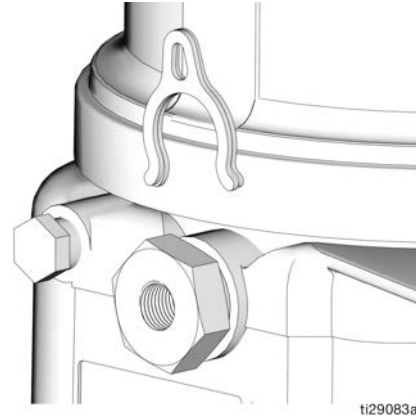

FIG. 17
6. Utilice una llave para aflojar el elemento de bomba en sentido contrario a las agujas del reloj. No retire el elemento de bomba completo. Mueva hacia atrás el elemento de bomba solo lo suficiente para permitir que el espaciador se deslice hacia adentro o hacia afuera. (FIG. 17).
El control del volumen de la bomba se configura utilizando uno (1) o dos (2) (FIG. 17).